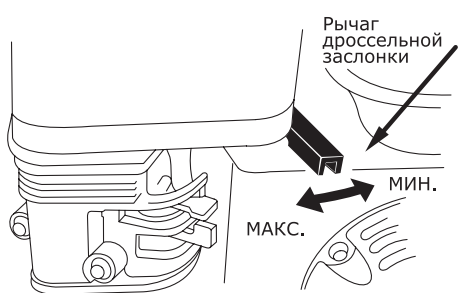

Рис. 15
- Переведите рычаг дроссельной заслонки на 1/3 хода в сторону положения «МАКС» (рис. 15), для МПБ-140 2Т, МПБ-250 2Т (рис 16).
- После прогрева двигателя установите рычаг дроссельной заслонки в положение «МАКС» для заполнения рукавов. Число оборотов двигателя и соответственно производительность мотопомпы регулируется изменением положения рычага дроссельной заслонки (рис. 15; 16).